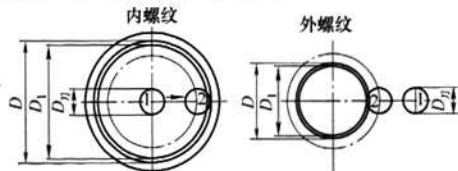

图8 径向切入法
(2) 径向切入法 如图8所示, 径向切入法最为简单, 但在加工非常硬的材料时, 当刀具切入全牙型时会产生振动。为避免振动, 进给量应尽量降低到螺纹插补进给的 1/3。切入轨迹: 1~2 向切入, 然后 360°整圆切削插补一周, 轴向移动一个导程。